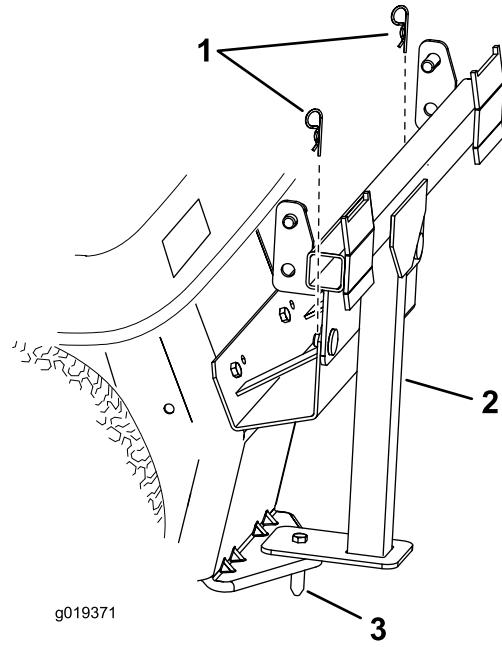

**Bild 4**
3. Befestigen Sie den Anbauvorrichtungsstift mit einer Schraube (5/16" x 3/4") im Loch im Heckfangsystemrahmen (Bild 4).